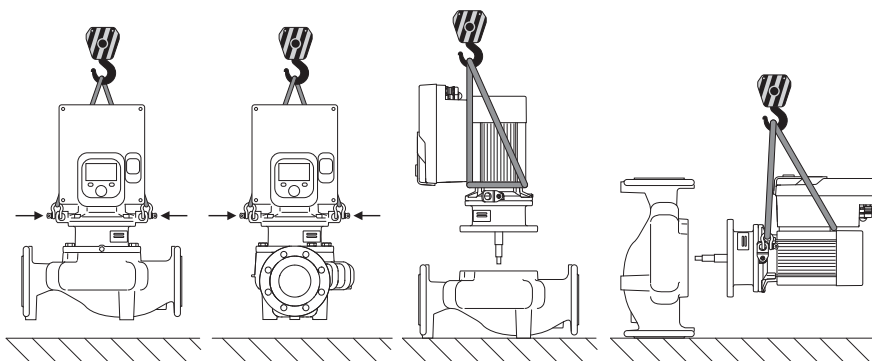

Fig. 6: Heberichtung Einzelpumpe
Der Transport der Pumpe ist mit zugelassenen Lastaufnahmemitteln (Flaschenzug, Kran etc.) durchzuführen. Lastaufnahmemittel müssen an den am Motorflansch vorhandenen Transportösen befestigt werden. Hebeschlaufen, falls erforderlich unter die Adapterplatte schieben (Fig. 6/7). Pumpe gegen Kippen sichern.
2. Einstecksatz (Fig. 4) zur Absicherung mit geeigneten Hebemitteln an den Transportösen befestigen. Damit die Einheit nicht kippt, eine Gurtschleife gemäß Fig. 6 um Motor und Adapter des Elektronikmoduls herum legen. Beim Befestigen eine Beschädigung des Elektronikmoduls vermeiden.